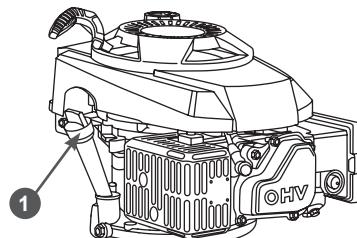

Рис. 9 Крышка-щуп маслозаливной горловины
- Открутите крышку-щуп 1 маслозаливной горловины и извлеките щуп (Рис. 9).